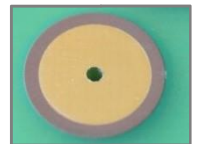

图 2
- 如果需要更高的强度，有一些简单的方法可以提高焊盘的稳定性。最简单的方法是创建比焊盘更大的铜区。与 FR4 材料的接触面积越大，稳定性就越高 (图 2)。